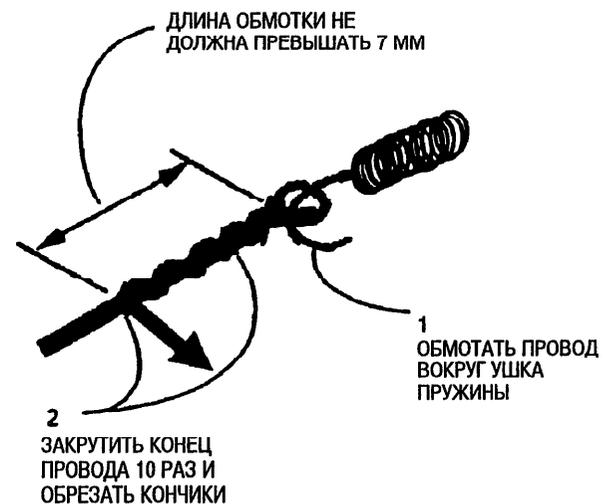

Рис. 3. Укрепление нити коротрона заряда на пружине
1. (Рис. 3): Используя минимум 40 см провода для нити коротрона или моток катушке, прикрепите провод к пружине.